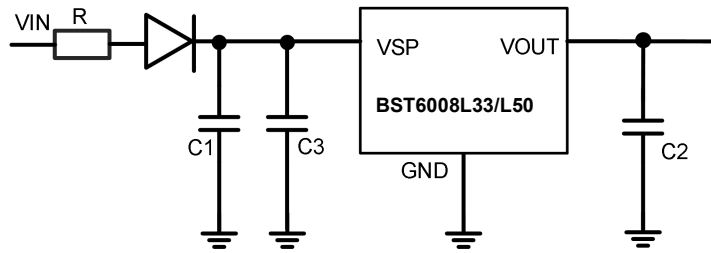
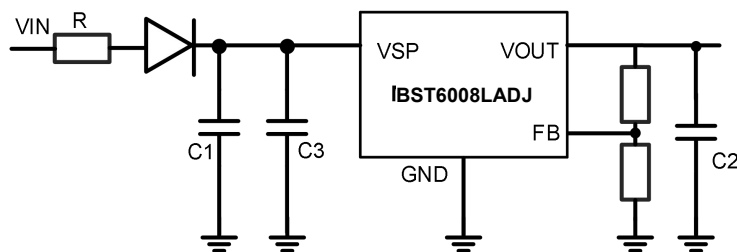

图 5-1 BST6008L33/L50 应用电路
图 5-2 BST6008LADJ 应用电路
2) 图 5-1 和图 5-2 给出了一种典型应用电路。为了确保控制环稳定，BST6008L 输出端需要一个容值至少 1uF、ESR 最大 4R 的输出电容,其中钽电容和多层陶瓷电容都合适。
4) 为了缓冲电源线影响,可在图 5-1 所示的应用电路中的输入端增加了一个 470uF 的电解电容 C3。特别是器件由几米长的电源线供电,则推荐增加该电容。